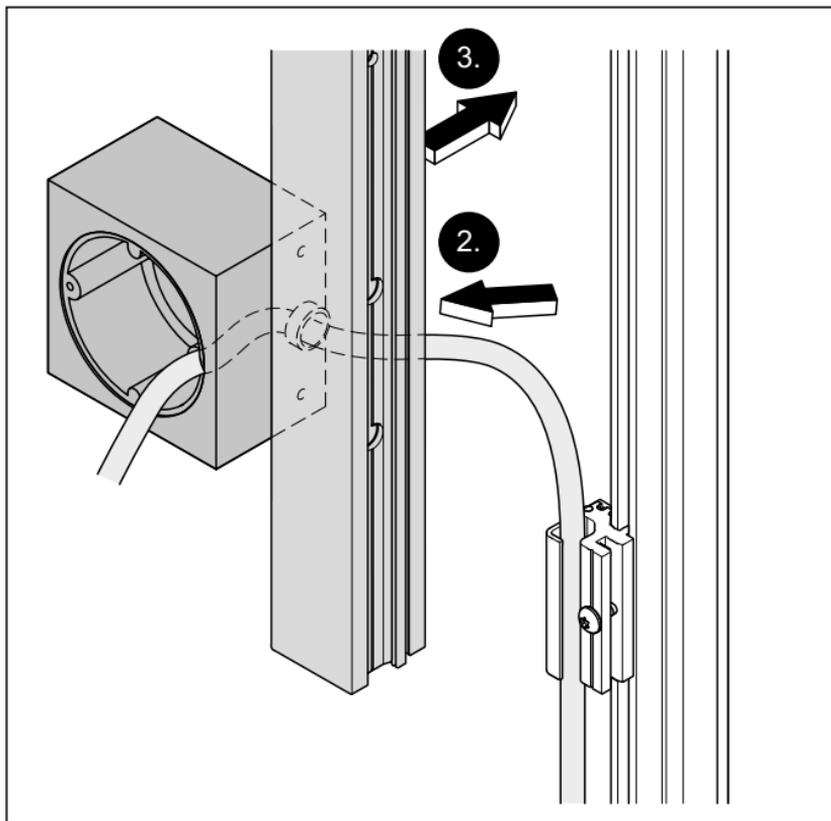

Abb. 14 Die Leitung durch das Deckprofil in das Elektromodul einführen und das Deckprofil für die Zarge befestigen
- Die Leitung durch das Deckprofil für die Zarge in das Elektromodul führen (Abb. 14).